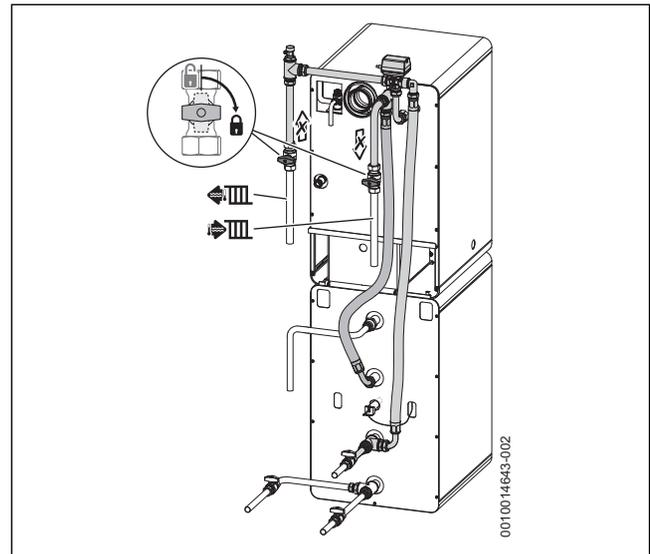
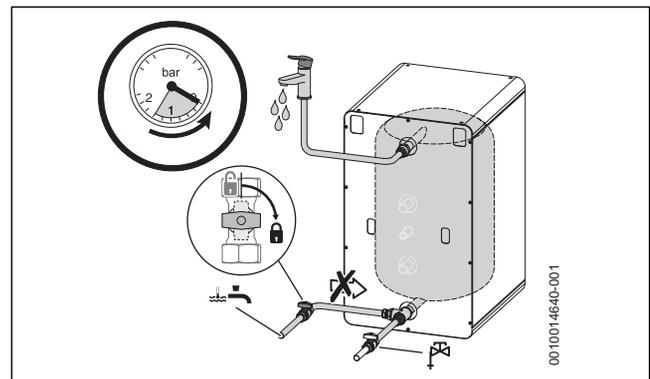

Fig. 109 Isoler le serpentin (exemple sur une installation en colonne)
Fig. 110 Isoler l'entrée d'eau froide
- ▶ Fermer les vannes d'arrêt (→ Fig. 109 & Fig. 110).
- ▶ Fermer l'entrée d'eau froide (→ Fig. 110).